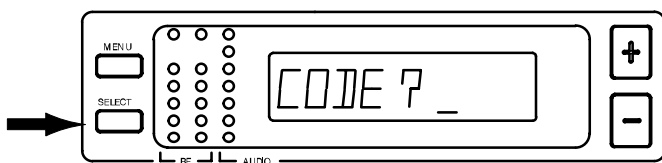

ABBILDUNG 31
3. Die SELECT-Taste drücken. „CODE?“ erscheint auf der Anzeige (Abbildung 31).